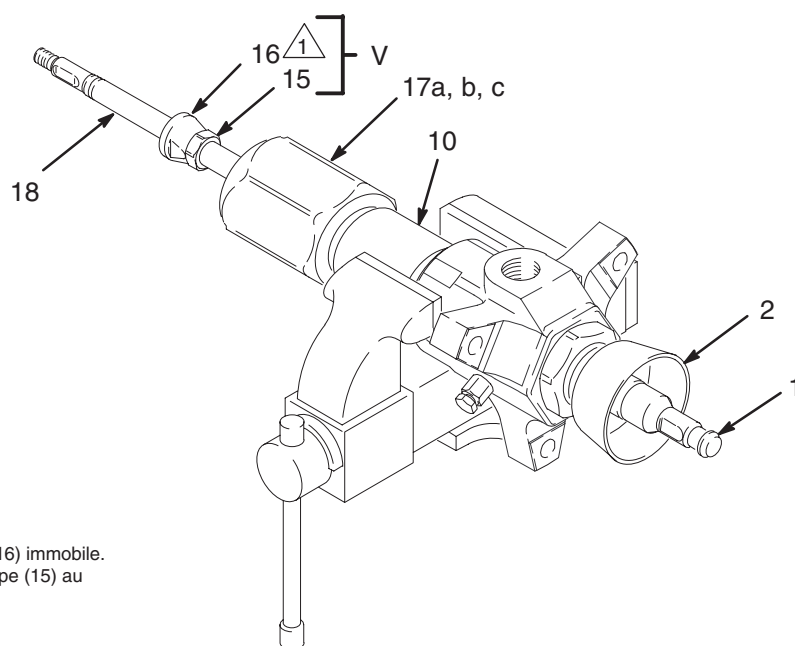

Fig. 14
12. Lubrifier la tige du piston d'amorçage (18) puis faire glisser le clapet de pied (V) sur la tige en s'assurant que l'écrou de presse-étoupe (15) est bien monté en premier sur la tige. Pousser l'ensemble du clapet vers le sommet de la tige et l'arrêter avant qu'il n'atteigne le corps du clapet de pied (17). Voir la Fig. 14.
13. Maintenir le corps du clapet (16) immobile à l'aide d'une clé tout en serrant l'écrou de presse-étoupe (15) à l'aide d'une clé à molette. Voir la Fig. 14. Serrer au couple de 97–107 N.m. Utiliser un maillet en caoutchouc sur la tige du piston d'amorçage (18) pour guider l'ensemble de clapet vers le sommet jusqu'à la butée (VS).